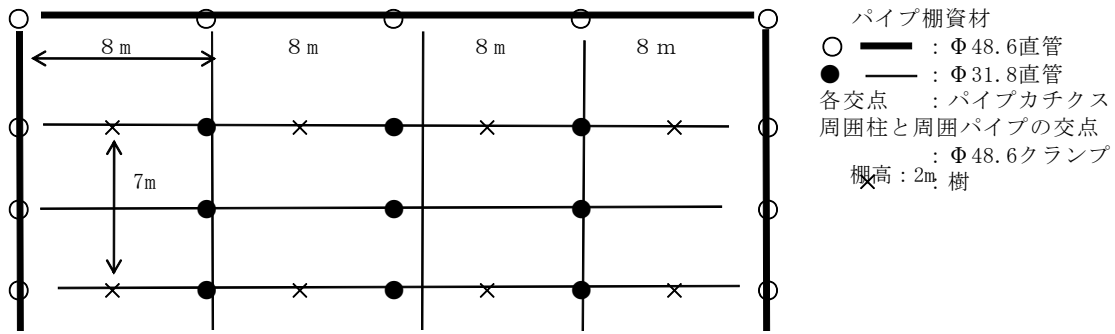

図1 パイプ棚の構造と資材
2. 樹冠拡大を図るため、パイプ棚を設置し、新梢を誘引する(図1)。